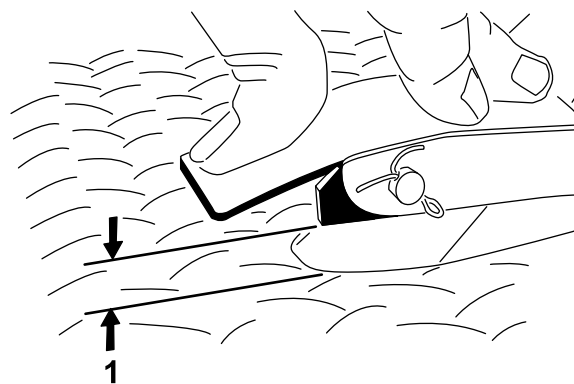

**図 64**
なるようにアクセルケーブル **図 64** のボールジョイ
3. ロックナットを締めつける **図 64**。